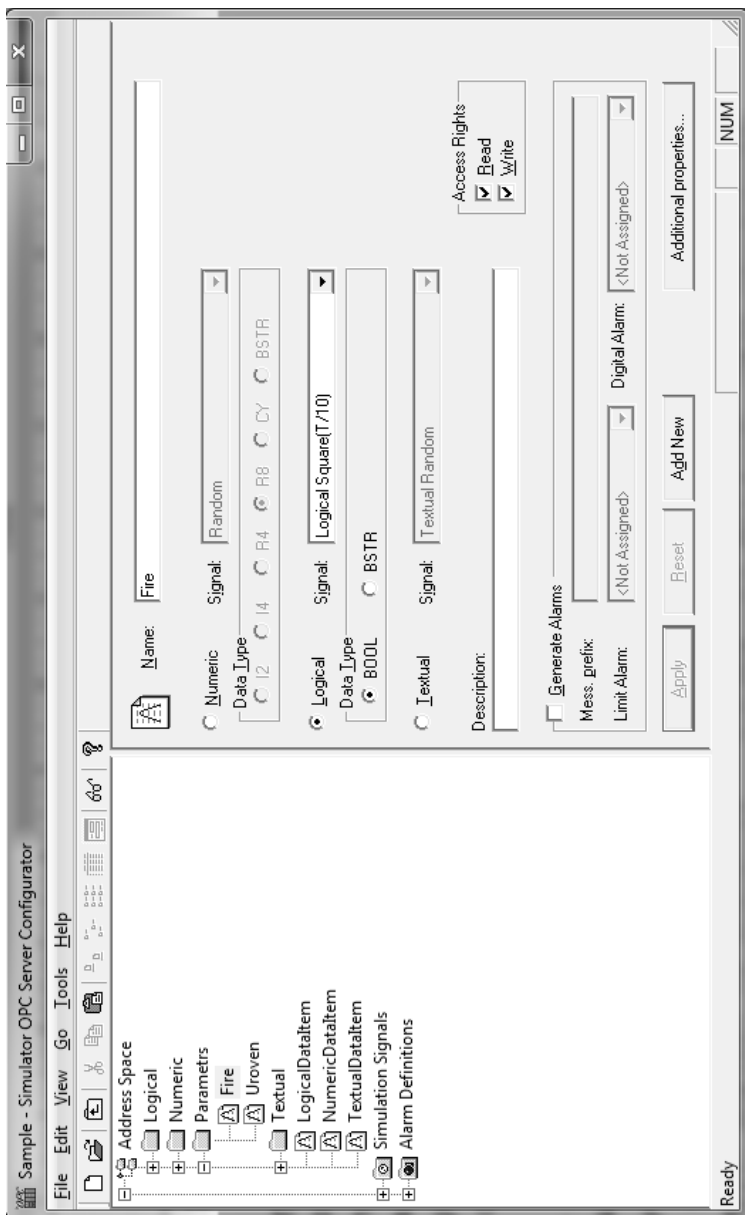

Рис. 2.14. Создание логической переменной Fire в конфигураторе OPC
5. В папке Parametrs создадим новую логическую переменную Fire, которая будет имитировать возникновение задымления в машинном отделении КНС. Для этого при отмеченной папке Parametrs выбрать в меню **Edit** выбрать пункт **New...**, а далее – **Data Item**. В появившемся окне (рис. 2.14) в поле Name ввести имя переменной – Fire, выбрать область – Logical, тип сигнала (Data Type) – BOOL, а в поле Signal выбрать тип имитирующего сигнала, например, Logical Square(T/10).